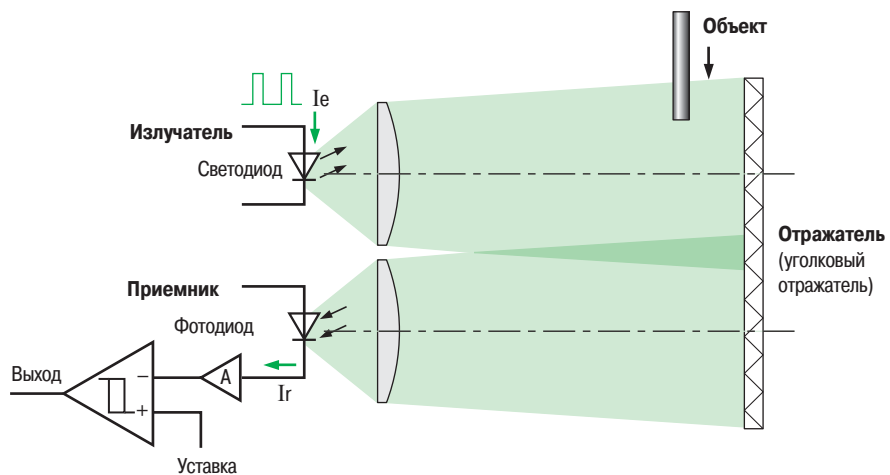

Рис. 16: Принцип обнаружения в системе отражения
■ В системе отражения (см. Рис. 16 на следующей странице) обычно используется луч света инфракрасного диапазона (от 850 до 950 нм)